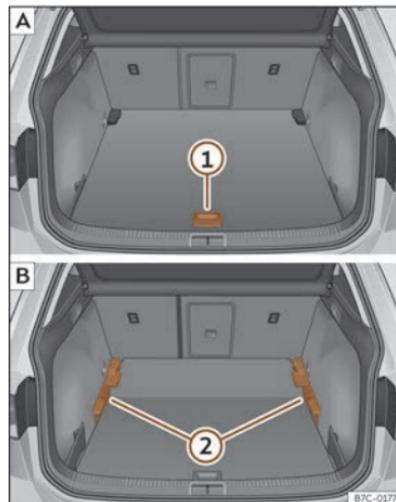

Fig. 165 Piano variabile del bagagliaio: **A** posizione elevata; **B** posizione bassa.
- Per passare dalla posizione bassa a quella elevata, sollevare il piano mediante la maniglia >>> **fig. 165** ①, e tirarlo all'indietro finché la parte anteriore del piano non sarà completamente fuoriuscita rispetto ai supporti ②.
- Far scorrere il piano in avanti attraverso i supporti fino a farlo entrare in contatto con lo schienale dei sedili posteriori, e, successivamente, abbassare il piano con la maniglia ①.
- Per passare dalla posizione elevata a quella bassa, sollevare il piano mediante la maniglia >>> **fig. 165** ①, e tirarlo all'indietro finché la parte anteriore del piano non sarà completamente fuoriuscita rispetto ai supporti ②.
- Far combaciare la parte anteriore con il piano e spingere il piano in avanti fino a farlo entrare in contatto con lo schienale dei sedili posteriori, abbassando allo stesso tempo il piano con la maniglia ①.
- Con il piano variabile in posizione elevata, sollevarlo con la maniglia >>> **fig. 165** ①, tirarlo e spingere verso lo schienale dei sedili posteriori finché il piano non si piega sulla linea della cerniera e la parte mobile del piano non si appoggia sullo stesso.
- Per passare dalla posizione elevata a quella bassa, sollevare il piano variabile con la maniglia >>> **fig. 165** ① e tirarlo leggermente all'indietro.
- Spingere il piano variabile verso i sedili posteriori ribaltati con la maniglia ① applicando una lieve pressione verso il basso affinché la parte mobile del piano raggiunga il livello degli schienali dei sedili posteriori.